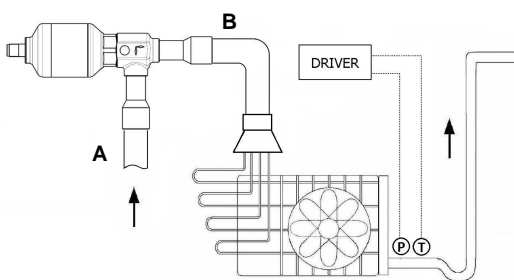

FIG. 3
- 5) In the refrigerant circuit, the typical position of the electronic expansion valve is upstream of the evaporator. The sensors must be installed directly downstream of the evaporator. The temperature probe must be adequately thermally insulated. The pressure sensor must be mounted upstream of any devices that can affect the measure. (See Fig. 3)
- 5) Nel circuito frigorifero, la tipica posizione della valvola di espansione elettronica è a monte dell'evaporatore. I sensori devono essere installati immediatamente a valle dell'evaporatore. Il sensore di temperatura deve essere ben isolato termicamente e il sensore di pressione deve essere montato a monte di eventuali dispositivi che ne alterino la misura. (Vedi Fig. 3).